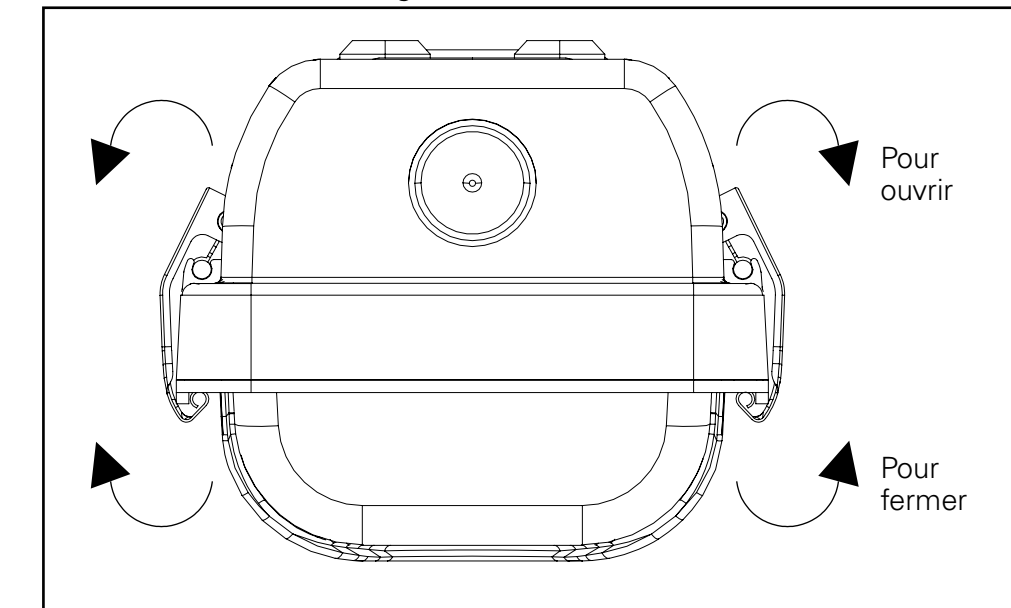

Figure 6.
6. Libérez les loquets en tirant le haut du loquet loin du logement pour ouvrir le luminaire. Poussez le loquet vers le boîtier pour fermer le luminaire (figure 6).